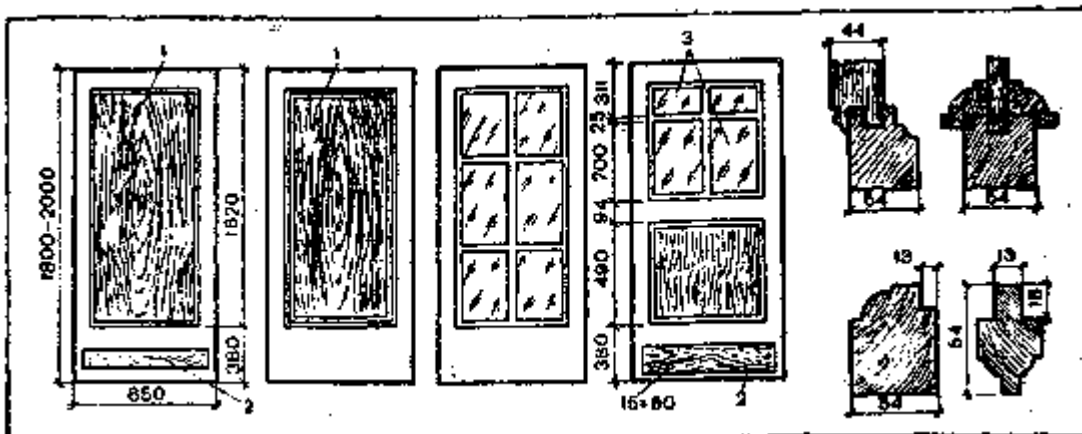

Рис. 75. Филенчатые и остекленные двери: 1 — филенка; 2 — плинтус; 3 — стекло
**Филенчатые двери** (рис. 75). Собирают из простых брусков, а также с фасками и калевками. Калевки можно отбирать прямо на обвязке или на отдельных брусках. Они образуют паз глубиной 15 — 20 мм, куда вставляют филенки.